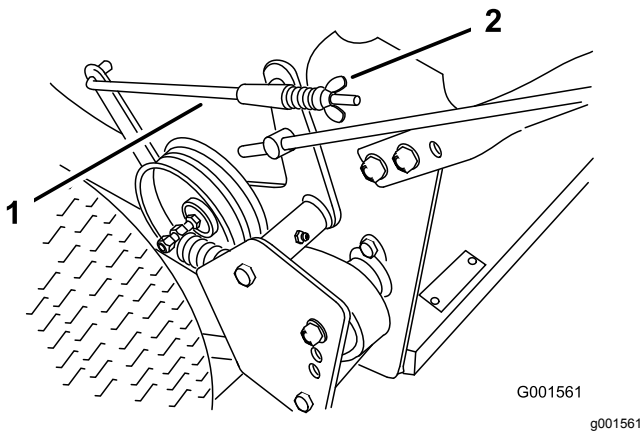

Figure 35
3. Pour régler les freins, tournez les écrous à oreilles sur les tiges de freins (Figure 35).